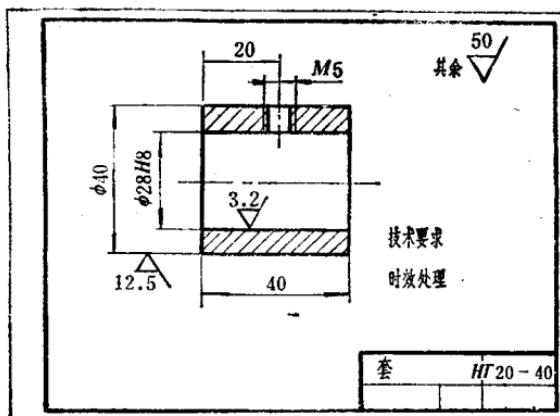
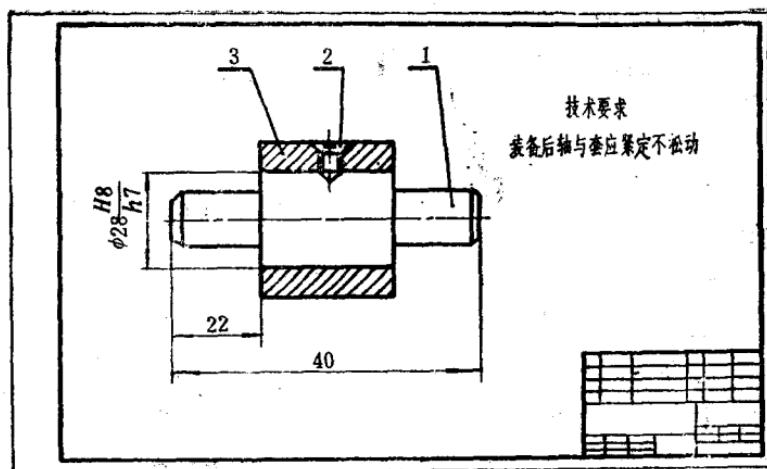

图 1-1 衬套的零件图
图 1-2 轴和衬套装配图
在工厂里，无论走到哪一台机床旁，都会见到一本本或一幅幅蓝图，如图1-1和图1-2。无论这些蓝图大与小，简单与复杂，共同特点是都有图形、文字和数字。一般把这种准确表达零件或机器的形状、大小和技术要求的图，叫做机械图样。
1. 零件图 如图1-1所示的衬套零件图，只表示了衬套这个零件。象这种表达单个零件的图样叫零件图。机械加工工人主要使用这种图样指导生产。
2. 装配图 如图1-2所示，在这幅图上一共有三个零件，一个衬套装在轴上，并用一颗螺钉把它们固定在一起。还有更复杂的，几百个零件画在一幅图上，表示一台机器的组成。象这种表达一个部件或一台机器的图样叫装配图。在装配机器时，就要按装配图上的各项要求，把按零件图加工合格的零件有顺序地装配在一起，制造出机器。
初步认识图样，可以先看零件图和装配图都具有的内容。如图1-1和图1-2所示。